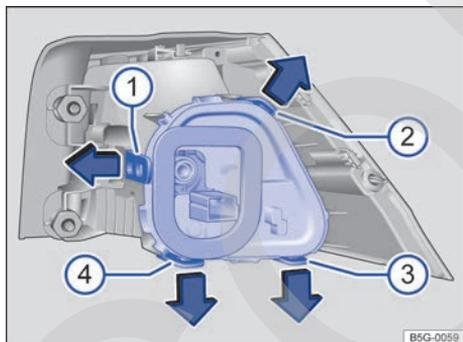

Fig. 194 Grupo óptico trasero en la carrocería: desmontaje del portalámparas. ❶ a ❷ pestañas de bloqueo.
- ❶ Para desbloquear el portalámparas, presione las pestañas de bloqueo → fig. 194 ❶ a ❷ en el sentido de las flechas.
- ❷ Extraiga el portalámparas del grupo óptico trasero.
- ❸ Sustituya la lámpara averiada por otra nueva del mismo tipo.
- ❹ Coloque el portalámparas en el grupo óptico trasero. Todas las pestañas de bloqueo tienen que encastrar de forma audible.